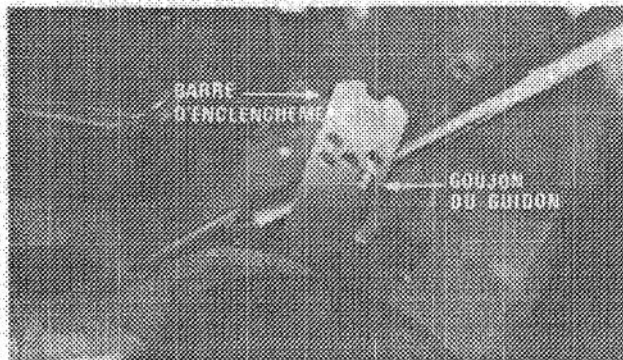

Figure 2
2. Déplacez le guidon complet et les barres d'enclenchement vers l'arrière et introduisez les goujons sur le côté extérieur du guidon inférieur dans le trou du bas arrière dans les barres d'enclenchement du guidon (Fig. 2).
3. Réglez toutes les roues à 2 pouces, mi-hauteur (Fig. 3): voir Réglage de la hauteur de coupe, page 8. Placez-vous derrière le guidon et vérifiez sa hauteur. Si vous désirez que le guidon soit plus haut ou plus bas, insérez les goujons dans l'un des autres trous dans les barres d'enclenchement (Fig. 2).